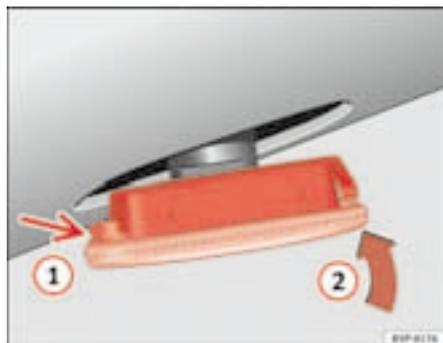

Fig. 155 Intermitentes laterales
- Coloque el intermitente en primer lugar en el orificio de la carrocería, encajando las pestañas ① ⇒ fig. 155, y a continuación encaje la lámpara como indica la flecha ② ⇒ fig. 155. ■